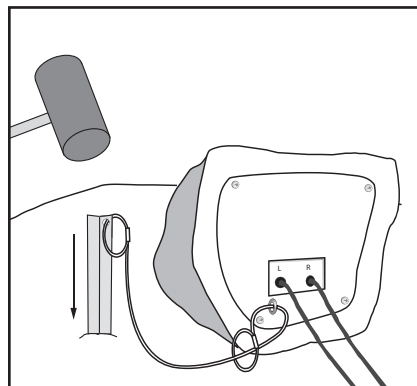

Figure 7d. Planter le piquet dans le sol
5. À l'aide d'un maillet en caoutchouc, planter le piquet droit dans le sol près de l'endroit où l'enceinte sera placée. Il doit être complètement enseveli. Tirer légèrement sur le câble pour s'assurer que le piquet est fermement planté dans le sol (figure 7d).